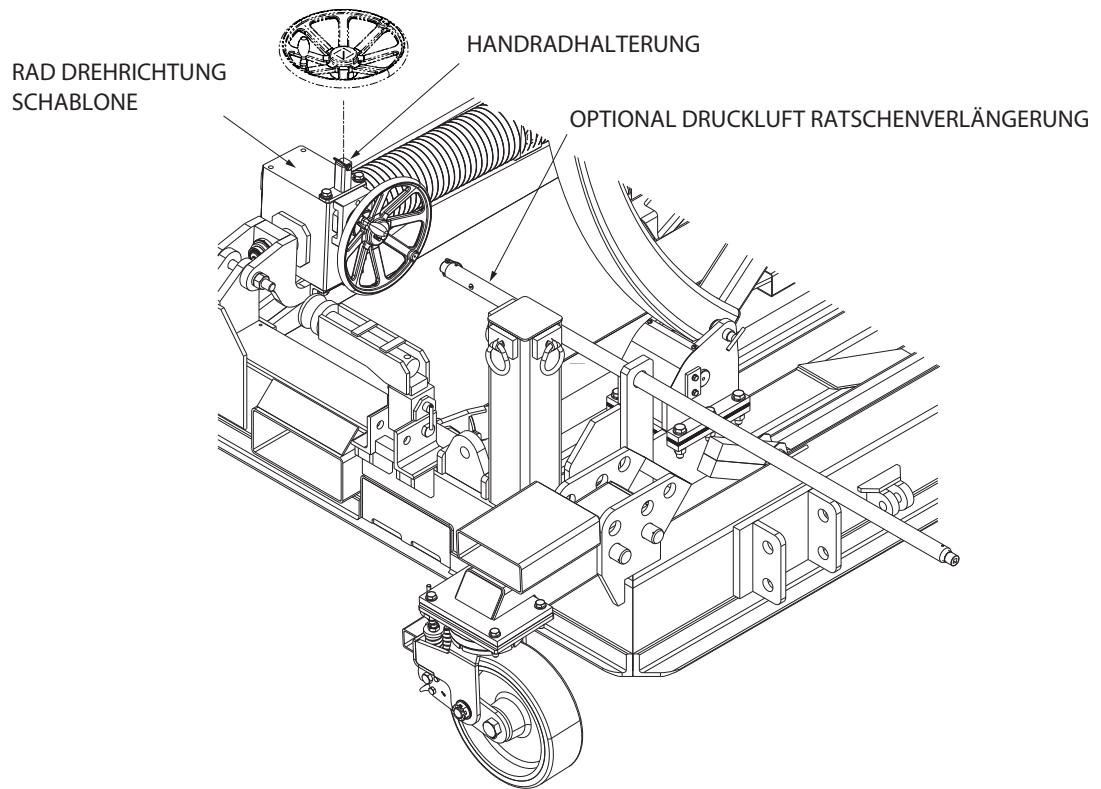

Abbildung 5.1-1 Handradhalterung und Druckluft Ratschenverlängerung
- 3) Das Handrad in die Richtung kurbeln wie auf dem Aufdruck gezeigt, um den Cradle in die gewünschte Richtung zu drehen. (Abbildung 5.1-1).